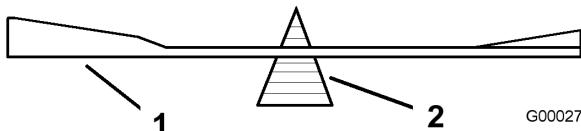
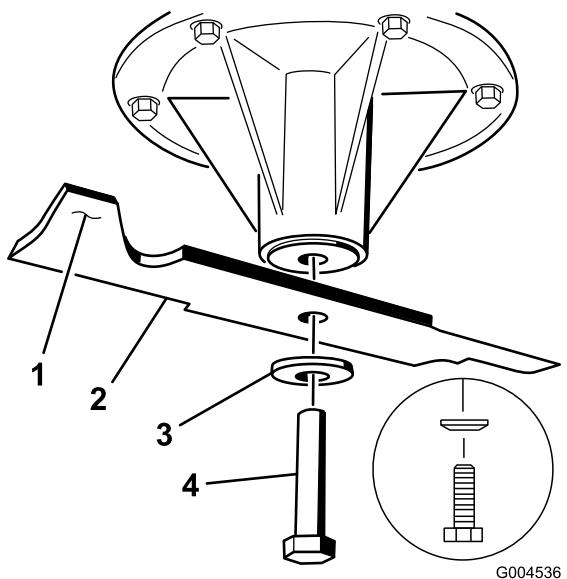

Figure 57
Figure 58
2. Retirez de l'axe le boulon, la rondelle élastique et la lame (Figure 58).
2. Vérifiez l'équilibre de la lame en la plaçant sur un équilibrEUR (Figure 57). Si la lame reste horizontale, elle est équilibrée et peut être utilisée. Si la lame est déséquilibrée, limez un peu l'extrémité de la partie incurvée seulement (Figure 58). Répétez la procédure jusqu'à ce que la lame soit équilibrée.
1. Placez la lame sur l'axe (Figure 58).
2. Installez la rondelle élastique et le boulon de la lame. Le cône de la rondelle élastique doit être dirigé vers la tête du boulon (Figure 58). Serrez le boulon à 115-150 Nm (85-110 pi-lb).